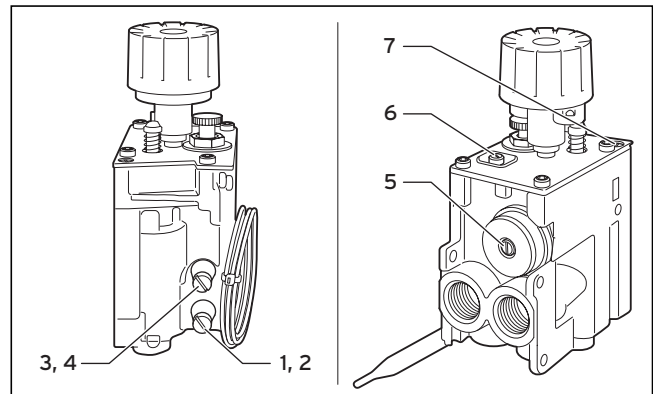

Abb. 5.1 SIT Armatur (ohne Kappe)
- Kleinstellschraube (6) (siehe Abb. 5.1) durch eine Flüssiggas-Kleinstellschraube ersetzen und bis zum Anschlag fest einschrauben.
- Kleinstellschraube (6) (siehe Abb. 5.1) durch eine Erdgas-Kleinstellschraube ersetzen und bis zum Anschlag fest einschrauben.